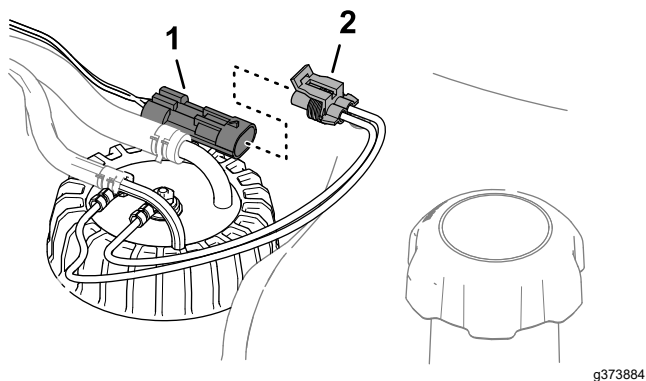

Figura 129
6. Enchufe el conector del arnés del sensor de combustible en el conector del arnés de cables de la máquina (Figura 129).